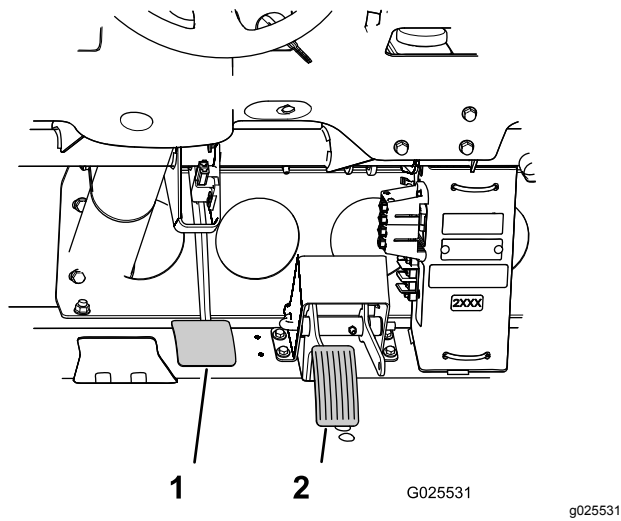

図 77
3. ブレーキペダル 図 77 を持ち上げてフレームに接触させる。